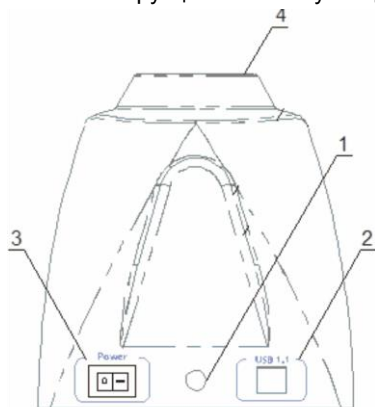

Рис. 1. Задняя панель
- подключите USB дата кабель к разъему на задней панели прибора (рис. 1/2) и к разъему на персональном компьютере.
- Вставьте пробирку в разъем прибора (рис. 1/4);
- 5.3. Вставьте пробирку в разъем прибора (рис. 1/4).